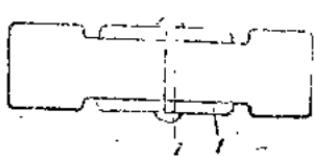
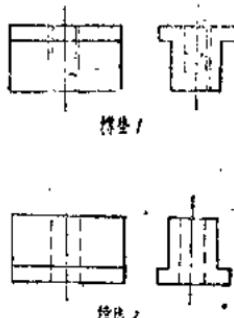

图 7 内环挡板
图 9 内环挡板的改进
13. 改进內环挡板。新到的大鏈子，在內环的两侧有挡板1并用鉚釘2鉚合(图7)，以防工字銷在工作中脱扣；每隔2880毫米有一用开口銷接合的挡板，以备拆卸。随着鏈板的损坏及更换，使每段距离改变，并每当拆接大鏈，特別是工作中截短大鏈时，必須鏟去鉚釘，不但操作麻烦，而且拆去后就不能再鉚上，同时两块挡板中間是空的，当鏈环底下夹入矸石行至机头鏈輪处，就容易将內环别弯(图8)，甚至将內环别断。别弯的鏈环，在运转中經常是断大鏈的所在。夹矸石的工作面，断大鏈事故經常发生在弯鏈环上，也就說明了这一点。現場中对挡板作了一些改进(图9)。将擡垫1和2做成凸字形，嵌入鏈环，并用螺釘3接連，这样不但能保証不丢鏈环，而且在接和拆鏈子时非常方便，只須掉下螺釘即可。特别是这种擡垫对內链环起了支撑作用，鏈环卡入矸石带到鏈輪处也不会被